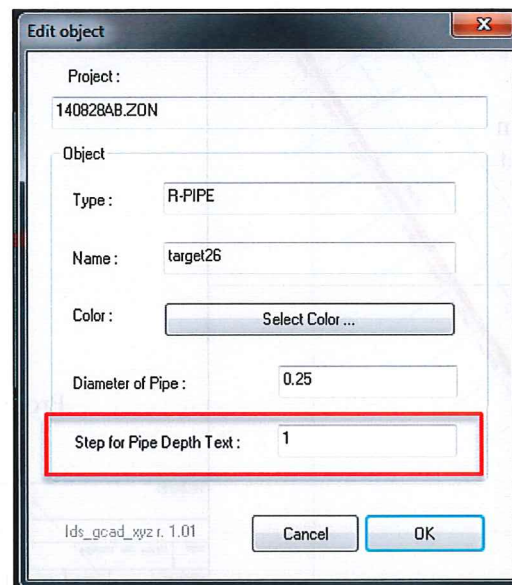

Fig. 6.11 - 情報コマンド・ウィンド
11. *Object Information* は、AutoCad カースルを白い正方形に変形させる; 望む項目をクリックすることができ、Fig. 6.8 のウィンドが現れる。このウィンドは「プロジェクトとゾーン」に関する、そして選択対象物についての情報に関する一般的情報を全て、例えばプロット R-PIPE のタイプと名称 PIPE-01 を表示する (Fig. 6.11 を参照)。
- *Step for Pipe Depth Text*: 各パイプに関連したフィールドの距離間隔を選択する(Fig. 6.11 の赤い長方形)。この方法で、基準表面(XY平面)に関してターゲットを見つけられる深さをわずかに読むことができる。